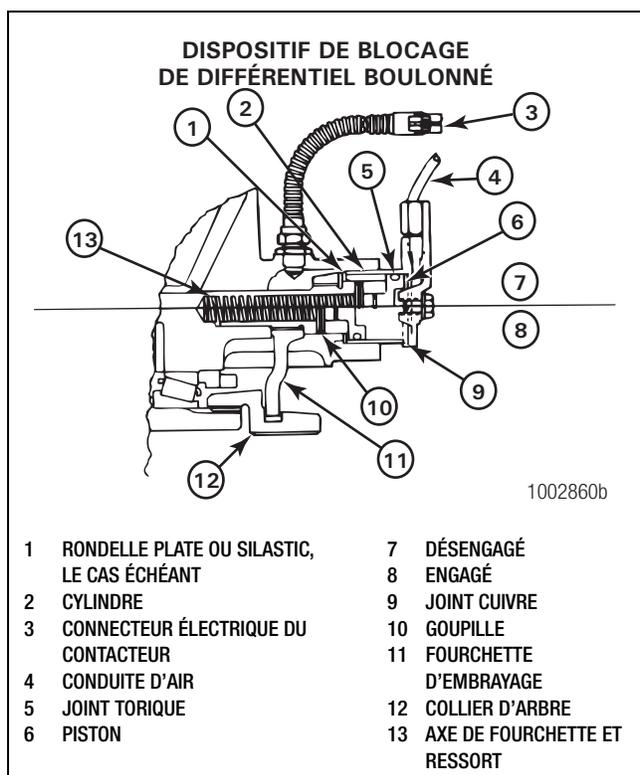

Figure 6.7
Installer l'actionneur une fois le carter de pont assemblé et les réglages de jeu d'engrènement et de précharge de roulement effectués. Figure 6.7.
10. Glisser le joint cuivre dans son alésage à l'intérieur du couvercle de cylindre. Positionner le couvercle sur le cylindre de façon que l'orifice d'entrée d'air soit orienté vers le haut lorsque la tête de pont est assemblée au carter de pont. Installer le couvercle au moyen des quatre boulons et rondelles. Serrer les boulons au couple de 7,5 à 9 lb-pi (10 à 12 N•m). Figures 6.7 et 6.13.